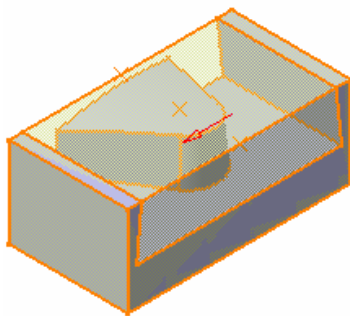

图 5-74 定义毛坯零件（2）
5) 定义毛坯零件（2）。单击 Stock 按钮 ，系统自动隐藏“Part Operation”对话框，在图形区创建毛坯实体作为毛坯零件，如图 5-74 所示，然后双击空白处返回“Part Operation”对话框。